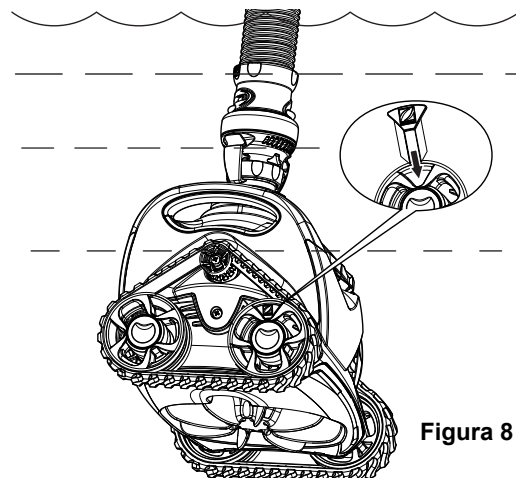

Figura 8
4. Ubique la rueda indicadora de velocidad amarilla que está dentro del borde de la rueda del lado de la manija del limpiafondo (Figura 8).